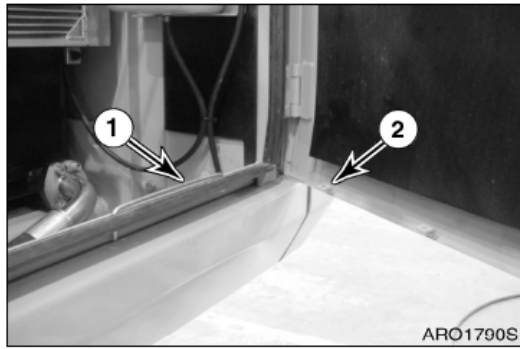

Figura 102
Extraiga la varilla (1, Figura 102) del marco de la puerta e introdúzcala en el orificio (2) para asegurar la puerta de acceso lateral